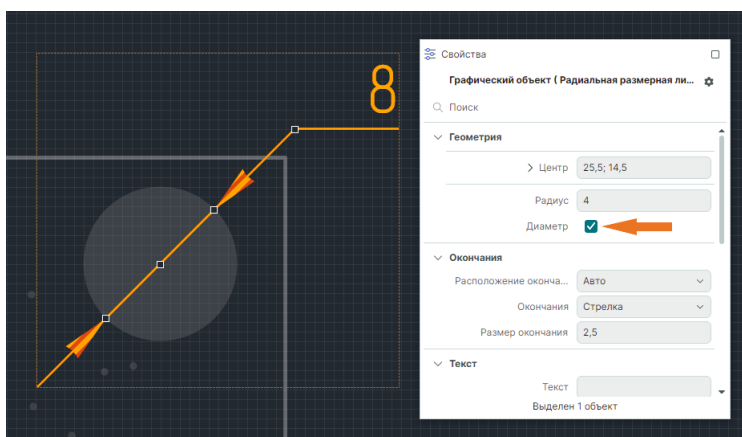

Рис. 419 Изменение измерения
5. В момент размещения и после измерение радиуса может быть изменено на измерение диаметра в панели «Свойства» с помощью установки флага в чек-бокс «Диаметр», см. Рис. 419.